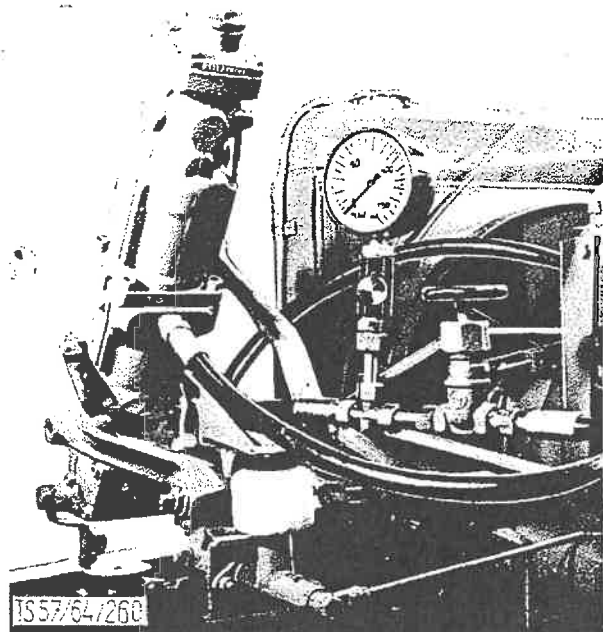

Bild 11: Gedämpftes Manometer mit Absperrventil
1. In die Druckleitung zwischen ZF-Eaton-Pumpe und ZF-Spindel-Hydraulenkung ein gedämpftes Manometer mit Entlüftungsschraube und Sperrventil, Bereich von 0-150 atü (Bild 11), nach Möglichkeit so einbauen, daß es vom Fahrersitz aus gut beobachtet werden kann. (Wird zur späteren Messung benötigt).
- b) Manometer 0-10 atü anstelle des Manometers 0-150 atü einbauen (Bild 11) und Ölstand evtl. ergänzen.